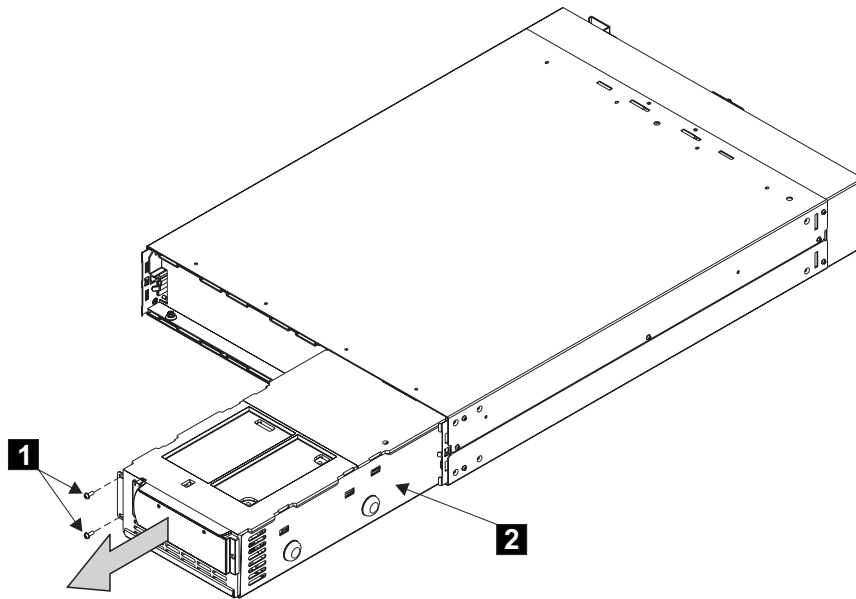

図 146. 2145 UPS 電子部品アセンブリの取り外し
- a. 2 個のねじ **1** を取り外します (352 ページの図 146 を参照)。